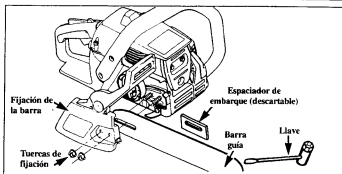

Figura 9
- Sacar las piezas siguientes como se muestra en la Figura 9, usando la llave provista con la máquina.